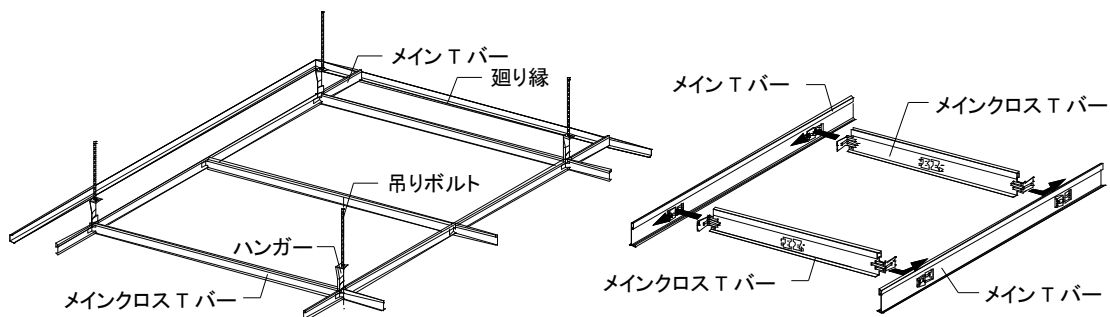

図2-4-3 Tバーの取付け③(メインクロスTバー設置)
③メインクロスTバーをメインTバーにジョイントする。設置時は以下の点に留意すること。
- 1) メインTバーのジョイント孔(メイン孔)にメインクロスTバー端部のジョイントツメをスライドさせて差し込む。(図 2-4-3 参照)